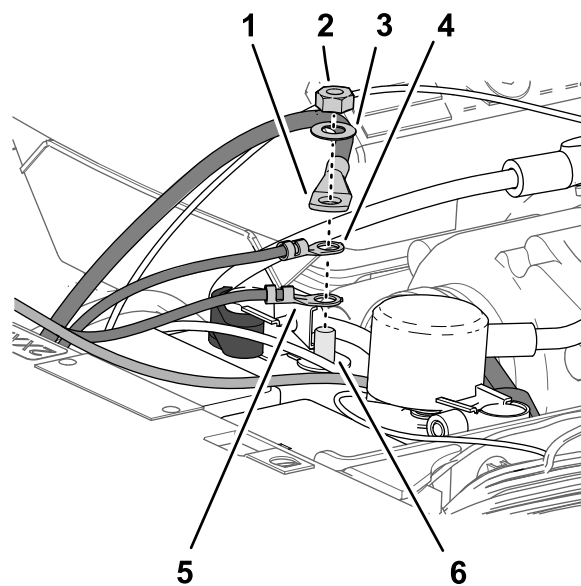

图214
5. 按照以下顺序将以下电线和接线端子连接至负极电池端子图214的螺纹柱上